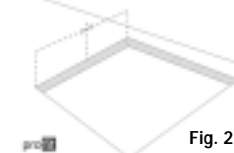

Fig. 2
- Mesurez le milieu des parties verticales du cut-out comme le montre la Fig. 2.